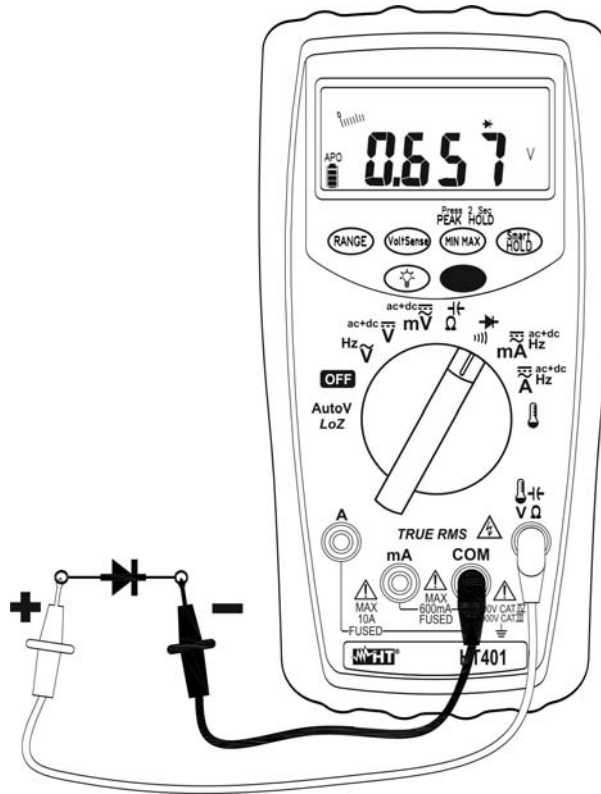

Fig. 8: Uso dello strumento per Prova Diodi e Test Continuità
4. Connettere il puntale rosso all'anodo del diodo ed il puntale nero al catodo (vedere la Fig. 8). Lo strumento mostra a display la tensione di polarizzazione diretta. Tale tensione è tipicamente 0.4 ~ 0.9V per buone giunzioni.